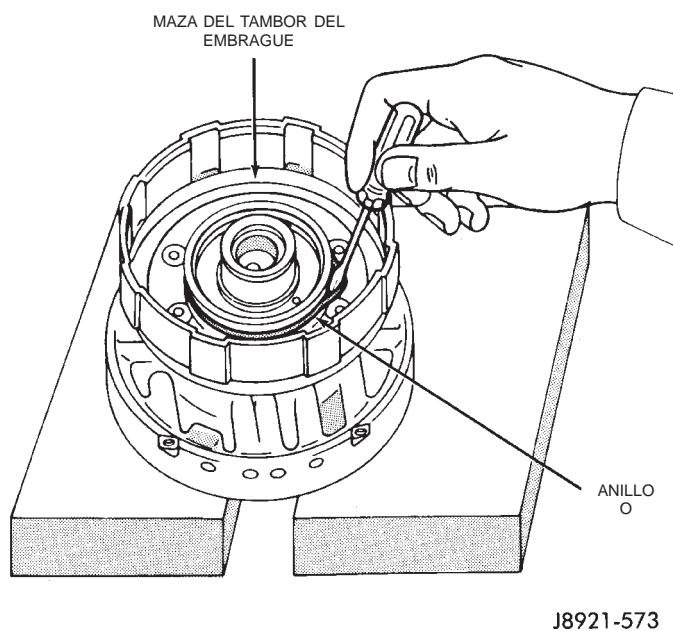

Fig. 245 Desmontaje e instalación del anillo O del tambor del embrague
(16) Retire y deseche los anillos O del émbolo del embrague (Fig. 245).
(17) Retire de la maza trasera del tambor el anillo O del tambor del embrague.
(3) Instale los aros retén en el eje. Mantenga los aros cerrados, lo más apretados posible, durante la instalación. Evite que se estiren en exceso.
(4) Instale el tambor del embrague en el soporte de sobremarcha.
(5) Lubrique e instale el anillo O nuevo en la maza del tambor del embrague (Fig. 245).
(6) Lubrique los anillos O nuevos del émbolo del embrague con lubricante para puertas Mopar o Ru-Glyde. Instale los anillos en el émbolo del embrague e instale el émbolo en el tambor.
(7) Instale los muelles de retroceso del émbolo.